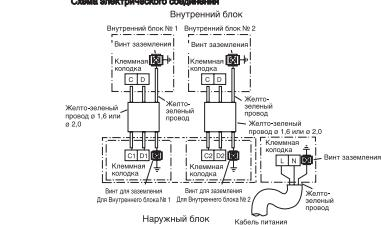

Рис. 3-1
- 1 Осуществите электрическое соединение Внутреннего и Наружного блока в соответствии со схемой на рис. 3-1 не допускать неправильного подключения соединительных линий.